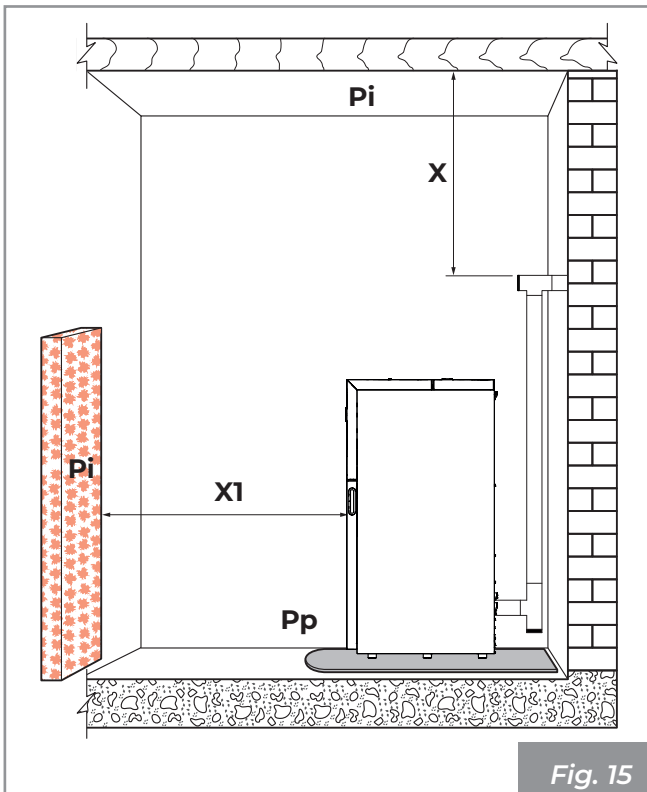

Fig. 15
Il est rappelé de respecter la distance adéquate (X) des matériaux inflammables, indiquée sur la plaque signalétique des tubes utilisés pour réaliser la cheminée (Fig. 15).